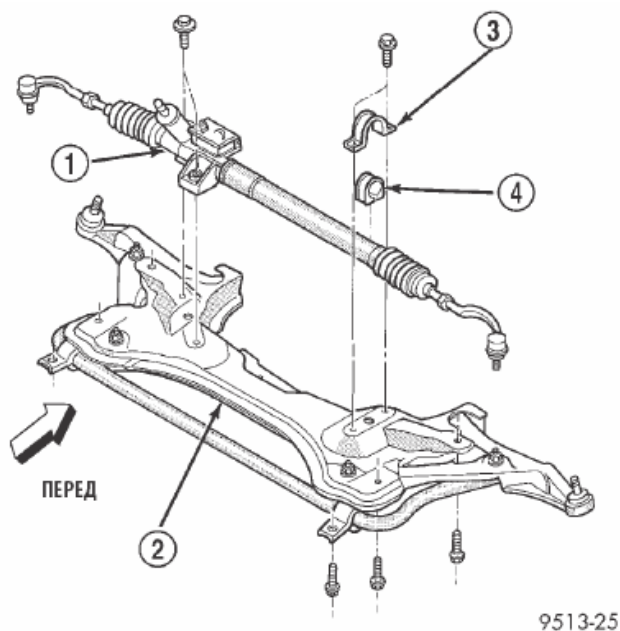

Рис. 14 ПОПЕРЕЧНАЯ БАЛКА ПЕРЕДНЕЙ ПОДВЕСКИ
- (6) Отвинтить болты, соединяющие переднюю часть поперечной балки подвески с лонжеронами под верхними рычагами управления.
- (7) Ослабить болты, соединяющие заднюю часть поперечной балки с лонжероном.
- (8) Снять переднюю часть поперечной балки подвески с лонжеронов.
- (9) Отвинтить болты, соединяющие рулевой механизм с верхней частью поперечной балки подвески (рис. 14).